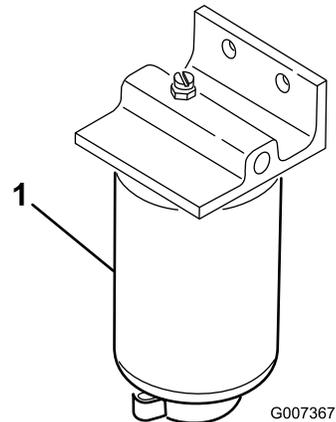

Рисунок 64
1. Подставьте под топливный фильтр чистую емкость (Рисунок 64).